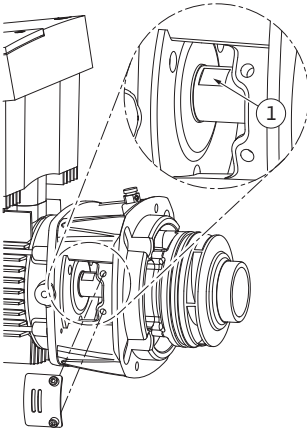

Fig. 51: Avainpinnat akselilla
15. Vie kiintoavain, paras avainväli 22 mm, tiivistelaipan ikkunan sisään ja pidä akselia avainpintojen välissä (Fig. 51, pos. 1). Irrota juoksupyörän mutterit (Fig. 7, pos. 15). Juoksupyörä (Fig. 7, pos. 16) irtoaa automaattisesti akselilta.
24. Vie juoksupyörää asennettaessa kiintoavain, paras avainväli 22 mm, tiivistelaipan ikkunan sisään ja pidä akselia avainpintojen välissä (Fig. 51, pos. 1).